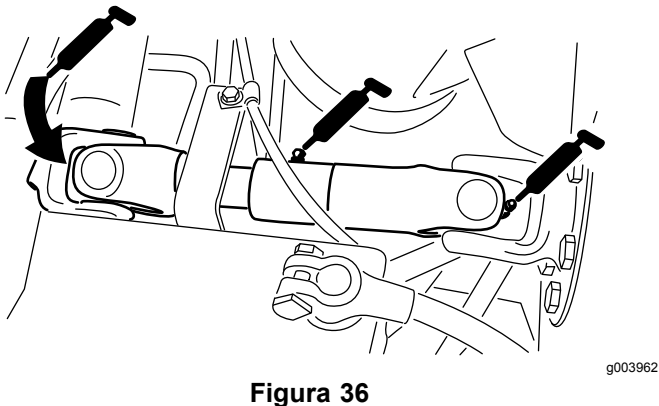

Figura 36
- Articulação do direção do eixo (3) (Figura 36)